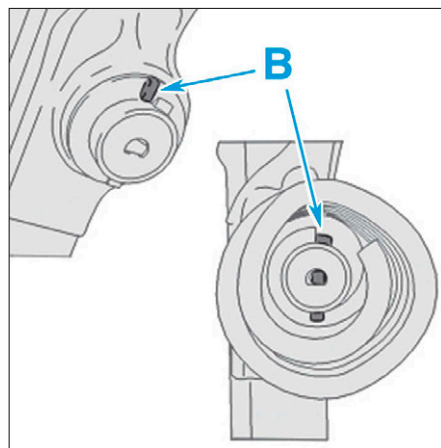

FIG. 34
- Orienter la butée (B) de la coupelle supérieure du ressort vers l'avant du véhicule (Fig.34).